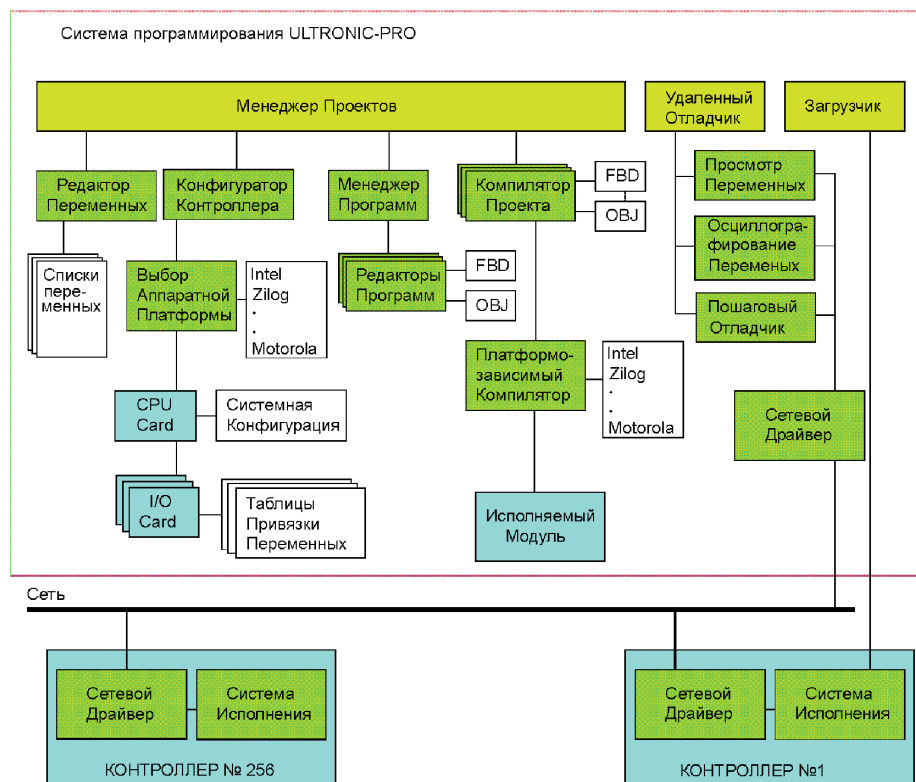

Рис. 1 Архитектура системы **ULTRALOGIC**
**ULTRALOGIC** состоит из двух частей: системы программирования и системы исполнения (рис. 1).